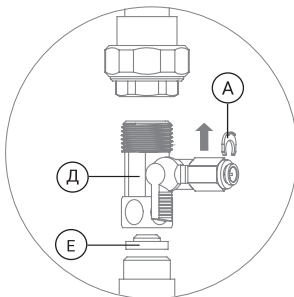

Рис. 7
1. Установите адаптер-вентиль (Д) между магистралью холодной воды и гибкой подводкой вашего смесителя. Уплотните соединение адаптера-вентиля с магистралью при помощи поставляемого в комплекте уплотнительного кольца (Е) (рис. 7).